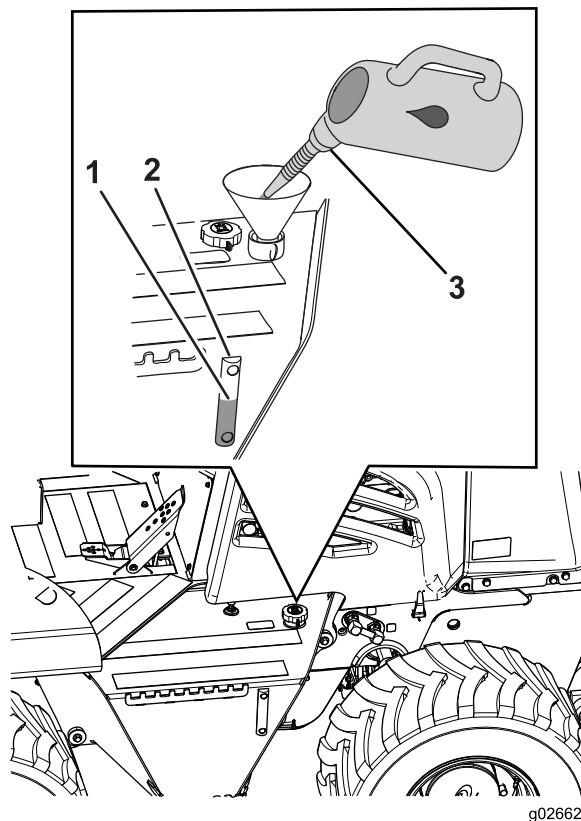

Рисунок 91
- Заполните бак гидросистемы гидравлической жидкостью указанного типа так, чтобы ее уровень находился посередине визуального указателя (Рисунок 91).
- Установите крышку/сапун (Рисунок 91).